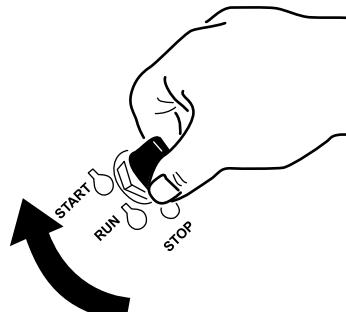

Figure 12
1. Tournez la clé de contact à la position de démarrage (Start) (Figure 12). Relâchez la clé quand le moteur démarre.
7. Tournez la clé de contact à la position de démarrage (Start) (Figure 12). Relâchez la clé quand le moteur démarre.